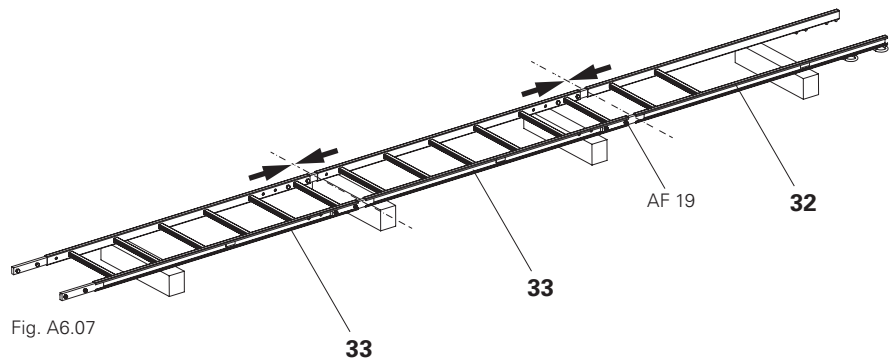

Fig. A6.07
5. Preassemblare la scala usando la scala di accesso 180/2 (**32**) e la scala 180/6 (**33**) fino alla lunghezza richiesta. (Fig. A6.07)